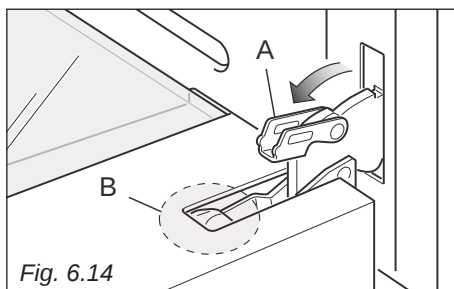

Fig. 6.14
- Aprire completamente la leva "A" delle cerniere destra e sinistra (fig. 6.14).
- Socchiudere dolcemente la porta (fig. 6.15) fino a quando le leve "A" delle cerniere destra e sinistra si agganciano alla parte "B" della porta (fig. 6.14).